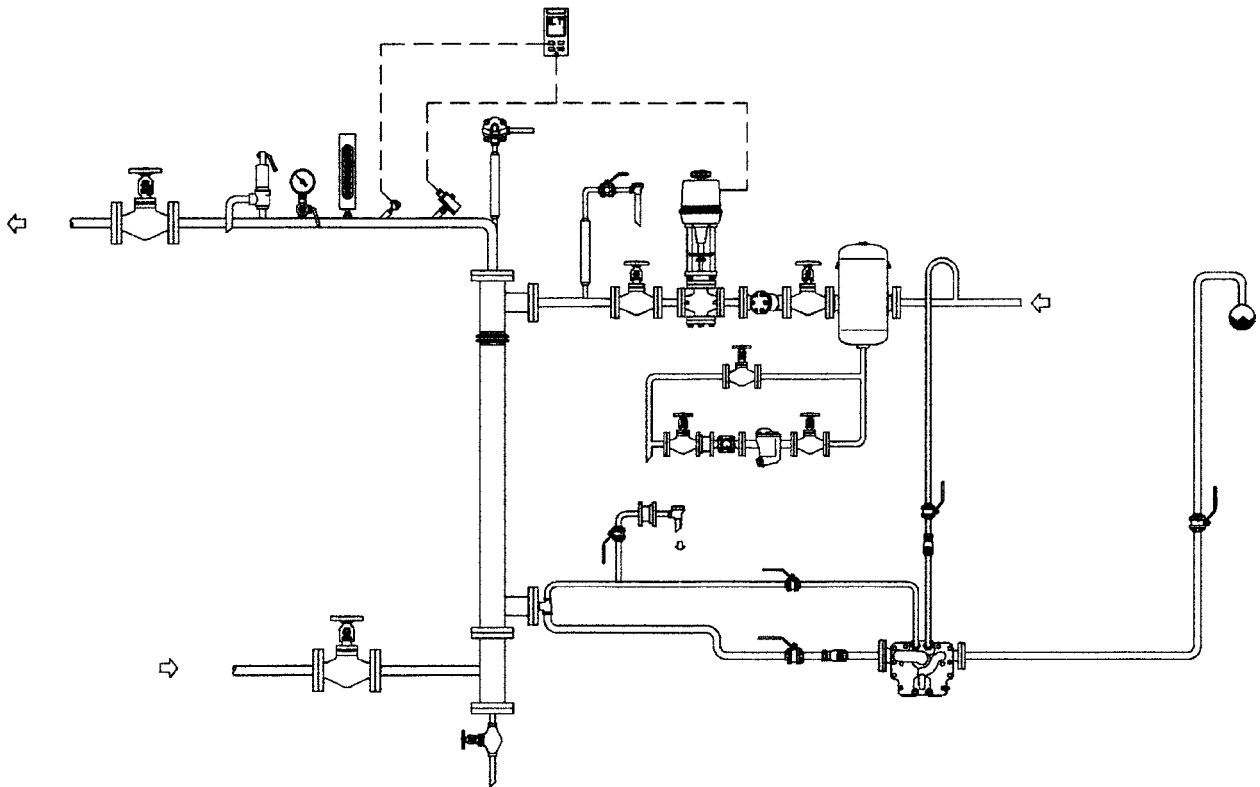

Fig. 8
2.18.2 Sugli impianti più grandi è consigliato ed è preferito non usare la valvola rompivuoto. Inoltre se il condensato arriva oltre un certo livello sopra lo scaricatore una valvola rompivuoto non è sufficiente a consentire il drenaggio del sistema. In queste condizioni deve essere utilizzato un sistema con scaricatore e pompa o una pompa scaricatore. Una pompa-scaricatore (APT14) agisce come uno scaricatore se c'è sufficiente pressione del vapore da superare la contropressione. Se così non è agisce come una pompa. Quando si utilizza un sistema pompa-scaricatore il condensato sarà rimosso in qualsiasi condizione di pressione (in particolare quando si è sottovuoto) assicurando la massima efficienza del sistema (fig. 8).
2.18.2 Often, especially on larger plant, it is usually preferred not to introduce air into the steam space, and the use of a vacuum breaker may not be tolerated. Also if the condensate lifts after the steam trap up to a higher level, a vacuum breaker cannot assist drainage. In these situations, a pumping trap or pump/trap combination should be used. A pumping trap performs as a steam trap if there is sufficient steam pressure in the steam space to overcome the back pressure. If there is not, it acts as a pump. When a pumping trap arrangement is used, condensate will always be removed from the heater under all pressure conditions, ensuring maximum system efficiency at all times, with no escape of flash steam in the plant room (fig. 8).